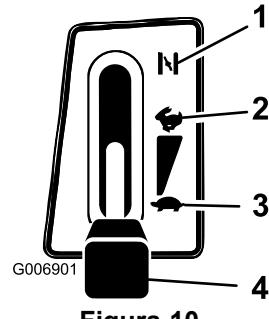

Figura 10
4. Ponga la palanca del acelerador en Estárter (Figura 10).
6. Cuando el motor arranque, mueva lentamente el acelerador a la posición Rápido (Figura 10). Si el motor se cala o funciona irregularmente, vuelva a colocar el acelerador en Estárter durante unos segundos y luego mueva la palanca del acelerador a Rápido. Repita este procedimiento tantas veces como sea necesario.
1. Ponga la palanca del acelerador en Rápido (Figura 10).